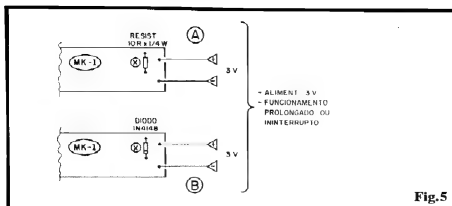

Fig. 5
- FIG. 5 - VARIAÇÕES PARA ACIONAMENTO PROLONGADO - Se a idéia for manter o MK1 tocando por longos períodos (música se repetindo ininterruptamente), alimentado por 3V (2 pilhas)